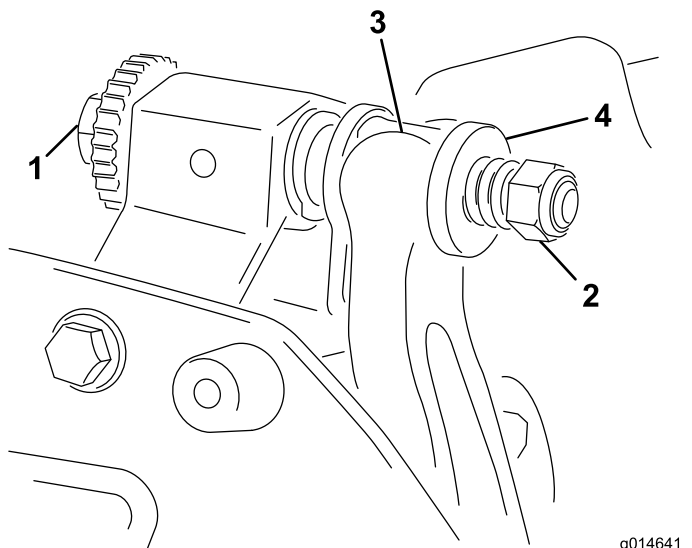

图24
1. 逆时针旋转底刀架调节螺丝将底刀后撤离滚刀图24。
2. 退出弹簧加压螺母直到垫圈不再对底刀架图24施压。